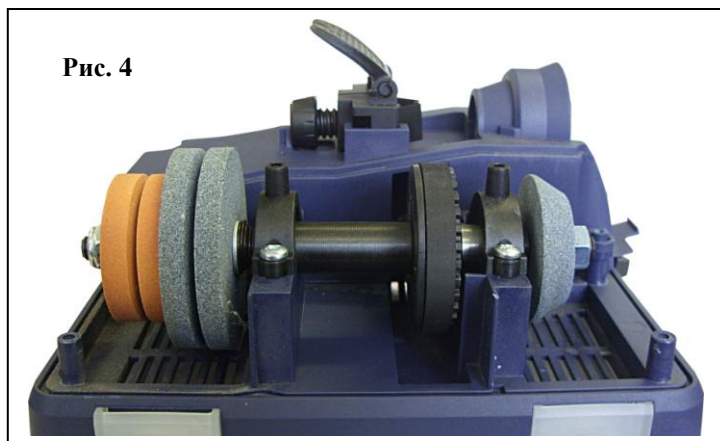

Рис. 4
6.7. Порядок замены кругов шлифовальных (рис. 4):